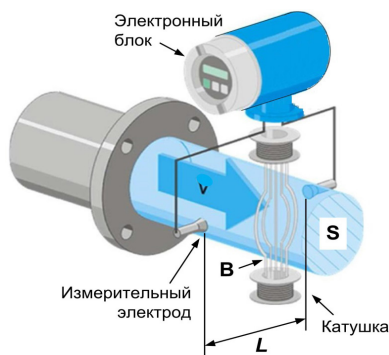

Рисунок 3.1 – Пояснение работы электромагнитного сенсора
3.2.2 Работа сенсора расходомера основана на законе электромагнитной индукции Фарадея, согласно которому в проводнике, движущемся в магнитном поле, наводится ЭДС. Роль движущегося проводника в проточной части сенсора выполняет электропроводящая жидкость, магнитное поле создается катушками, а ЭДС снимается с измерительных электродов. Измеряемая ЭДС пропорциональна средней скорости ( $v$ ) потока в трубопроводе, а при известном сечении – объемному расходу, рисунок 3.1.